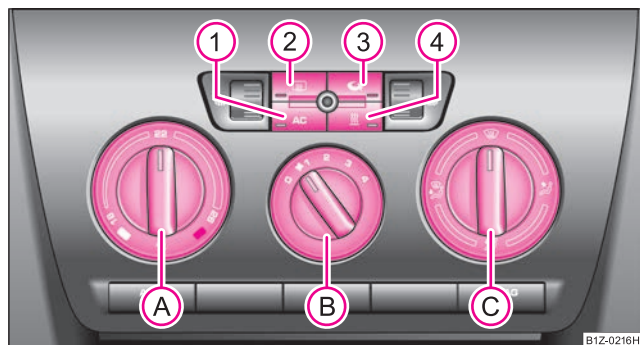
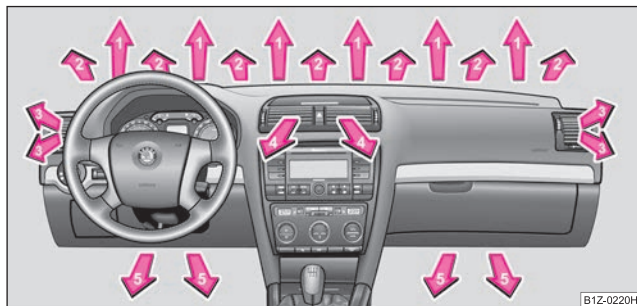
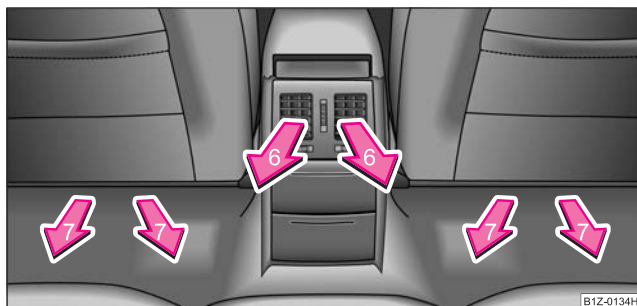

Fig. 122 Climatic: Elementos de mando
Fig. 123 Difusores de salida de aire delanteros
Fig. 124 Difusores de salida de aire traseros
La refrigeración funciona sólo si se pulsa la tecla  ⇒ página 107, fig. 122  y se cumplen las siguientes condiciones:
- Gire el regulador giratorio **(A)** ⇒ fig. 122 hacia la derecha para aumentar la temperatura.
- Pulsar la tecla  $\Rightarrow$ fig. 122. En la tecla se encenderá el testigo de control.
- Dejar el regulador giratorio (A) ⇒ página 107, fig. 122 en la temperatura que usa regularmente (recomendamos 22 °C); el Climatic pone la calefacción automáticamente a máximo rendimiento, hasta alcanzar la temperatura
- Conmutador del ventilador (B) a la posición 3
- Regulador de la distribución de aire (C) a la posición
- Abrir los difusores de salida de aire 3 ⇒ página 110, fig. 123 y dirigirlos hacia el cristal lateral.
- Regulador giratorio **(A)** ⇒ página 107, fig. 122 hacia la izquierda hasta el tope
- Abrir los difusores de salida de aire **3** y **4** ⇒ página 110, fig. 123
- Pulsar la tecla  ⇒ página 107, fig. 122 - se encenderá el testigo de control en la tecla.
Si el regulador distribuidor de aire **(C)** se encuentra en la posición  ⇒ página 107, fig. 122, el servicio de aire circulante se desconectará automáticamente. Pulsando repetidamente la tecla , usted puede conectar de nuevo el servicio de aire circulante también en esta posición.
La salida de aire para cada difusor lo puede ajustar usted con el regulador giratorio **C**. Los difusores **3**, **4** ⇒ fig. 123 y **6** ⇒ fig. 124 se pueden cerrar y abrir por separado: